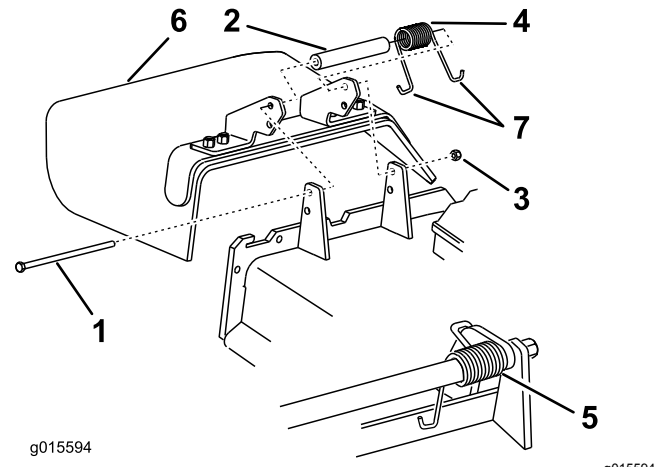

Figure 103
1. Retirez le contre-écrou, le boulon, le ressort et l'entretoise qui fixent le déflecteur aux supports de pivot (Figure 103).
2. Enlevez le déflecteur s'il est endommagé ou usé (Figure 103).
**Remarque:** Prenez soin de placer 1 extrémité en J du ressort derrière le bord du tablier avant de mettre le boulon en place, comme montré à la Figure 103.
6. Accrochez l'extrémité en J du ressort au déflecteur d'herbe (Figure 103).